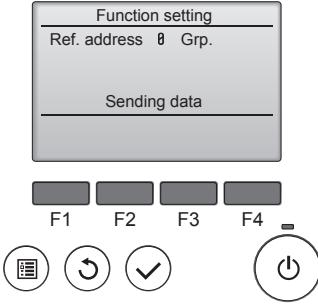

Fig. 6-15
⑤ (Fig. 6-15)
- ① Μετάβαση στην κατάσταση επιλογής λειτουργίας